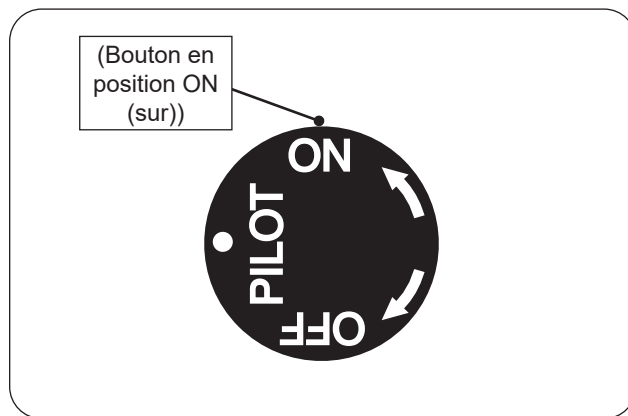

Fig. 44-1 Éclairage manuel
1. Assurez-vous que la veilleuse brûle. Tournez le bouton de commande du gaz dans le sens antihoraire sur ON (sur) pour allumer le brûleur (Fig. 44-1). La valve s'ouvrira et le brûleur s'allumera.